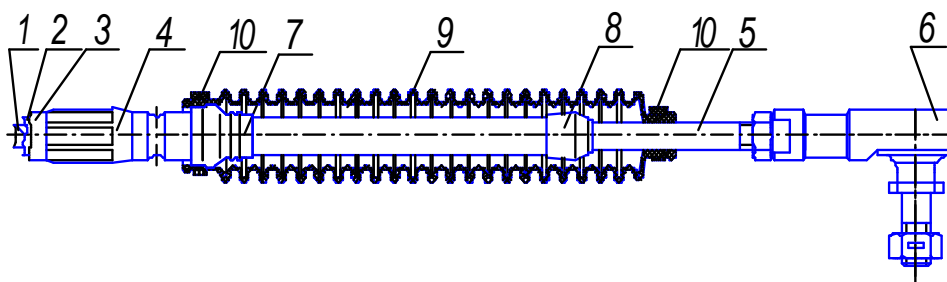
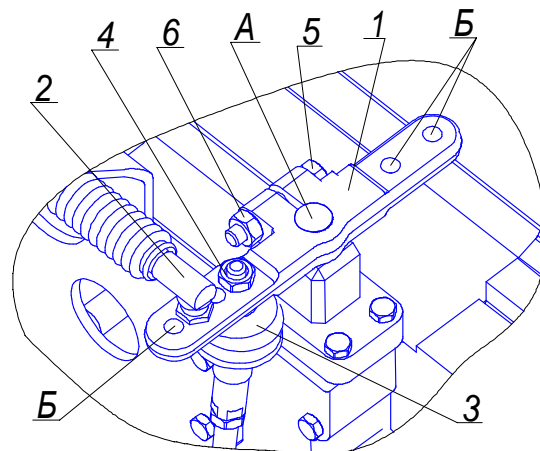

Рис. 3 Трос
Рис.5. Рычаг переключения передач.
1.3. Трос (рис. 3) представляет собой стальной витой многожильный канат 1, заключенный в гибкую металлическую броню 2 из пружинной стали. Металлическая броня покрыта сверху пластмассовой оболочкой 3. На концах троса напрессованы втулки 4. Сочленение «втулка - трубка» называется «маятниковый шарнир» и допускает поворот деталей друг относительно друга по конусу вращения с углом до 16° . Канат заканчивается штоком 5, на который ввернута шаровая опора 6, которой трос шарнирно соединяется с деталями механизма управления и транслятора. Стык маятникового шарнира герметизируется резиновым уплотнителем 7. Подвижный шток 8 герметизируется уплотнителем и втулкой. Все соединение закрыто гофрированным чехлом 9, концы которого затянуты хомутами 10.
1.5. Рычаг переключения передач (рис.5) представляет собой стальную кованую пластину 1 с отверстиями и предназначен для преобразования возвратно-поступательного движения тросов в перемещение штока переключения передач. Шлицевое отверстие А служит для крепления рычага на штоке коробки передач. Отверстия Б служат для крепления шаровых опор тросов 2 и реактивной тяги 3 самоконтрящимися гайками 4. Рычаг крепится на валу коробки передач болтом 5 с самоконтрящейся гайкой 6.
Для обеспечения герметичности тросового привода применены резиновые уплотнители 7 и 8 и гофрированный чехол 9 (рис. 3).
Следует обратить особое внимание на работу маятникового шарнира (см. рис. 3). Недопустимо превышение угла конуса вращения (16°), так как это приводит к разрушению маятникового шарнира и выходу троса из строя.
При монтаже и демонтаже тросов по кузову автобуса следует особо обратить внимание на предотвращение повреждения о металлические конструкции кузова (рис.3):
3.3 НЕОБХОДИМО ОБРАТИТЬ ВНИМАНИЕ на затяжку болтового соединения 5 и 6 (рис. 5), фиксирующего рычаг переключения передач на валу КПП.
3.6 При проведении ТО необходимо обратить внимание на целостность уплотнительных манжет тросов 7, 8 и чехлов 9 (рис.3) и чехла шарнира реактивной тяги 3 (рис.5).